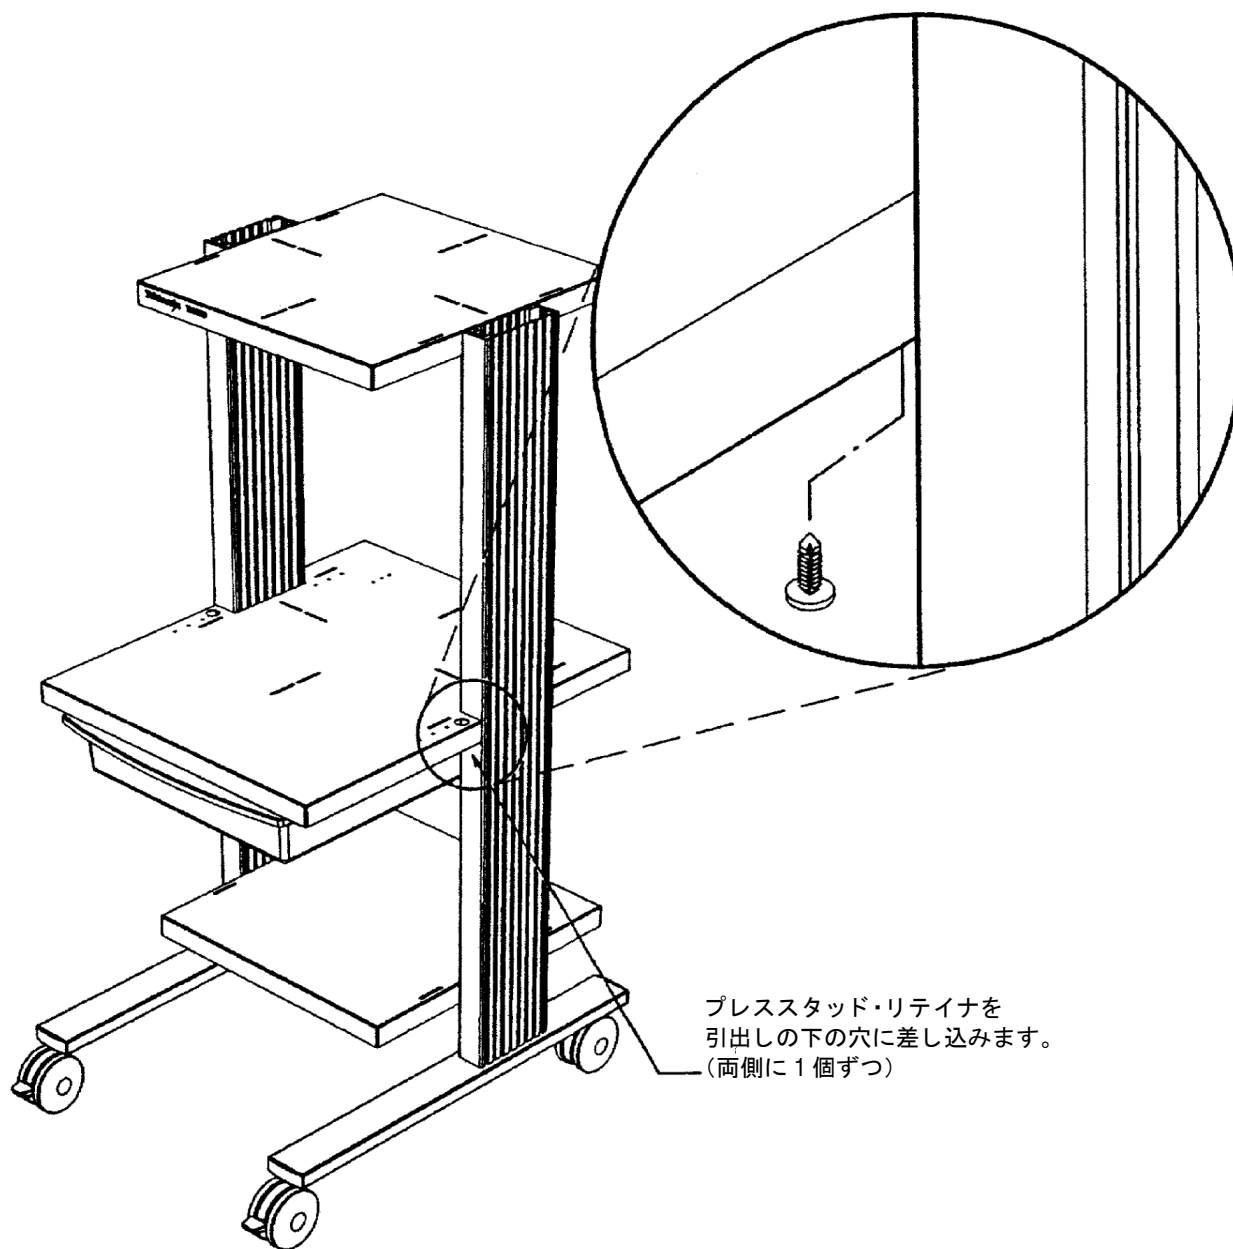

図 13: プレススタッド・リテイナの取り付け
2. 引出しが止まるまで押し込んだ後、親指を使って、プレススタッド・リテイナを引き出しのレールの下に押し込みます。図 13 参照。